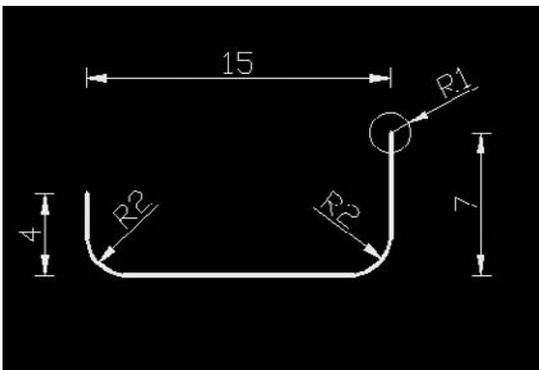

Fig.18.10
- 4 Dessinez en 2D le cercle et la polygone pour créer la clenche (fig.18.10).